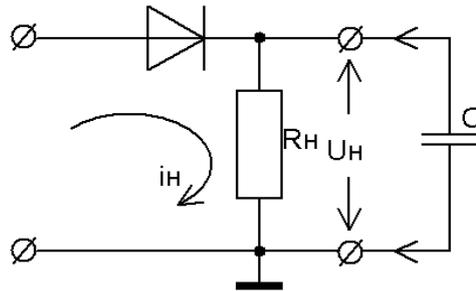

Рисунок 23 – Схема простейшего однополупериодного выпрямителя
1. Собрать схему (рисунок 23) однополупериодного выпрямителя.